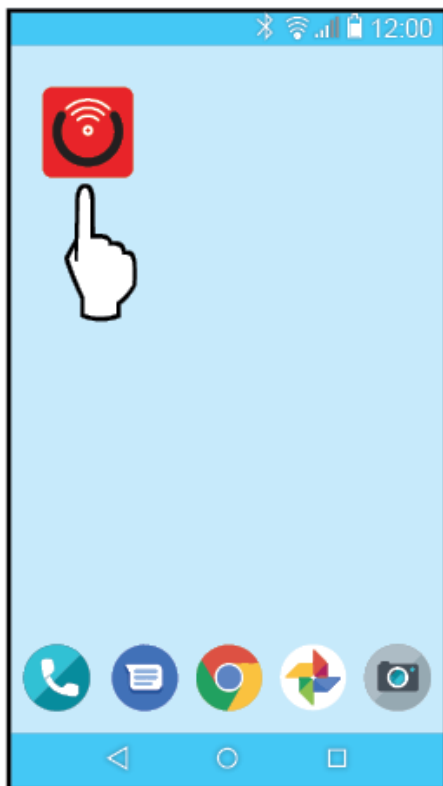

Figure 75. Rechercher l'icône de l'application mobile Raymote
2. Recherchez l'icône de l'application mobile Raymote sur votre appareil. Voir **Figure 75**.